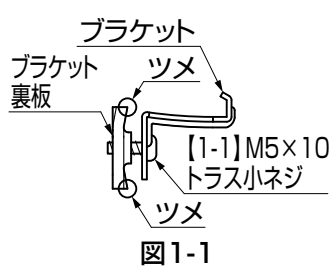

図1-1
- ① ブラケットにブラケット裏板を【1-1】で仮組みしてください。(図1-1参照)